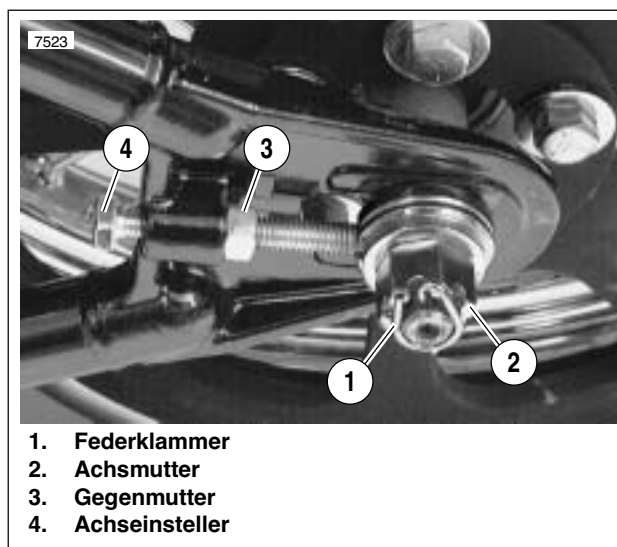

Abbildung 1-35. Achseinsteller
3. Wenn der Antriebsriemen eingestellt werden muss, siehe Abbildung 1-35. Die Federschelle (1) entfernen und Achsmutter (2) und Gegenmutter (3) lockern.
4. Die Riemenspannung durch Drehen der Achseinsteller (4) um die gleiche Anzahl von Umdrehungen einstellen, damit das Rad ausgerichtet bleibt, bis der in Schritt 2 angegebene Spezifikationswert erreicht wird.
5. Die Gegenmutter (3) festziehen. Überprüfen, ob das Hinterrad vorschriftsmäßig ausgerichtet ist. Siehe 2.15 AUSRICHTEN DES MOTORRADS.